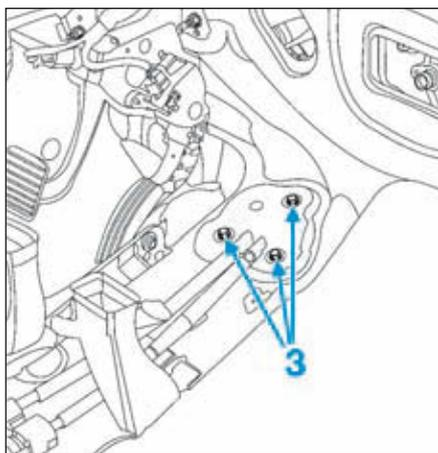

FIG.13
- les vis de fixation (3) du joint de tunnel (Fig.13),